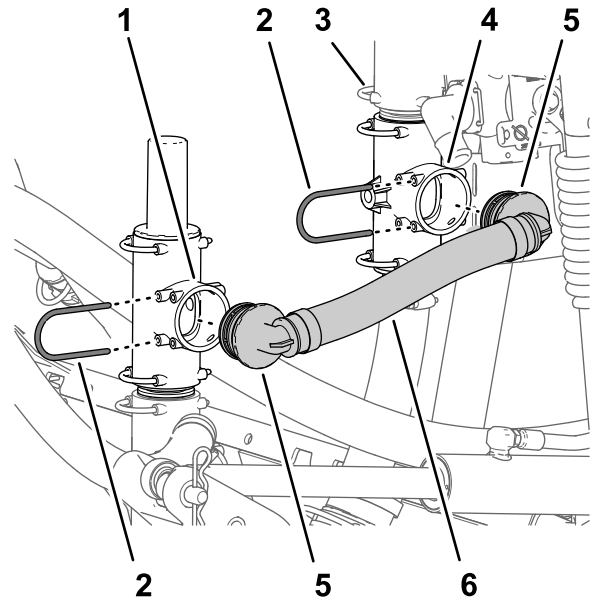

Figure 9
1. Alignez le raccord à 90° du flexible de décharge de pression et l'orifice ouvert dans le raccord en T supérieur (situé sous le clapet de décharge), puis insérez le raccord à 90° jusqu'à ce qu'il soit parfaitement engagé (**Figure 9**).
2. Fixez le raccord à 90° au raccord en T avec l'étrier (**Figure 9**) que vous avez retiré à l'opération 2 de **Débranchement des flexibles** (page 4).
3. Alignez l'autre raccord à 90° du flexible de décharge de pression et l'orifice ouvert du raccord en T (fixé au support de vanne), puis insérez le raccord à 90° jusqu'à ce qu'il soit parfaitement engagé (**Figure 9**).
4. Fixez le raccord à 90° au raccord en T supérieur avec l'étrier (**Figure 9**) que vous avez retiré à l'opération 2 de **Débranchement des flexibles** (page 4).
4. Fixez le raccord droit cannelé à la vanne de mélange (Figure 9) avec un étrier.